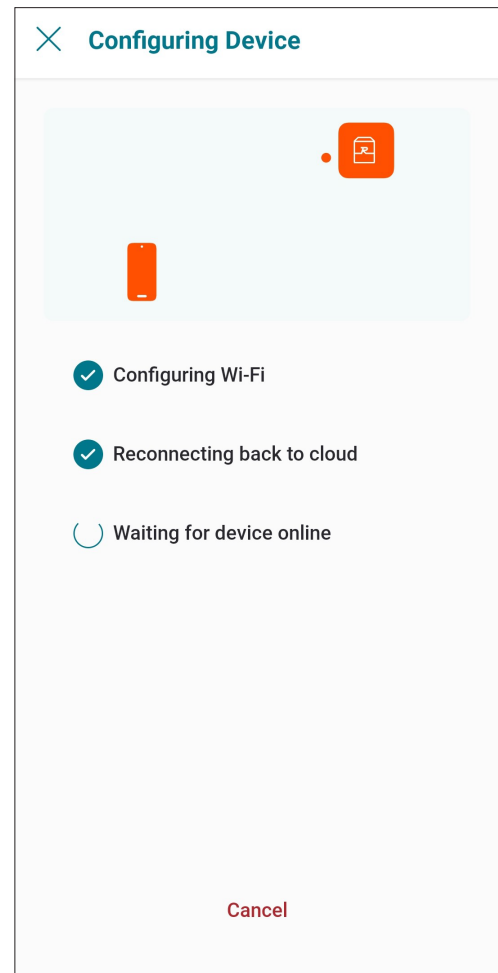

Figure 87. Configuration de l'appareil
7. L'appli Raymote transmet les identifiants réseau Wi-Fi à votre appareil. Cela pourrait nécessiter quelques secondes, voir **Figure 87**.